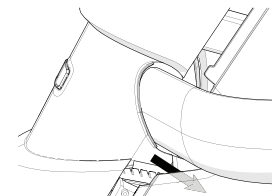

Рисунок 15
4. Передняя крышка должна проходить вокруг опор таким образом, чтобы петли на нижних углах находились внутри двух боковых крышек. Установите верхнюю крышку на место до щелчка боковых крышек (см. рисунок 15).